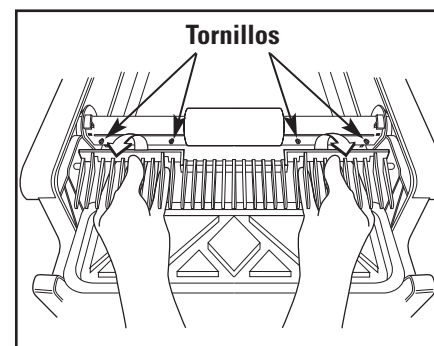

Fig. 12
- Coloque los dedos debajo del rastrillo y levante el rastrillo con cuidado moviéndolo hacia la tapa del compartimento de los desechos. Las guías de la barra del rastrillo se desenganchan de los tornillos del alojamiento del montaje del rastrillo (Fig. 12).
- Desenganche el rastrillo con cuidado hacia arriba y hacia afuera (Fig. 12).